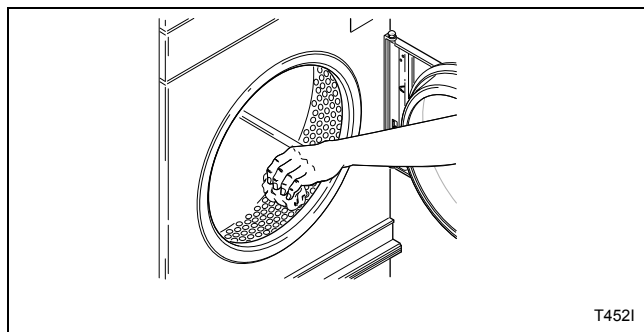

Figura 6
10. Limpie el cilindro con un limpiador o detergente general y una solución de agua. Consulte la *Figura 6*.